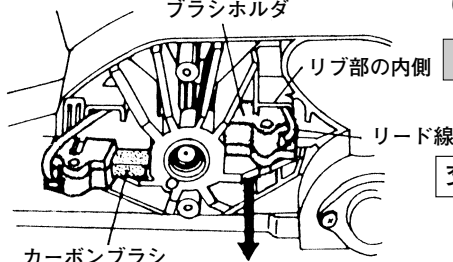

図 38
(1) テールカバーをはずしてから、ブラシホルダを矢印方向に引き抜けば、中のブラシターミナルと一緒にカーボンブラシが取り出せます。（図 38，39）
次に図 38 のように、リード線をリブ部の内側に入れて、(1) の逆に行ないます。